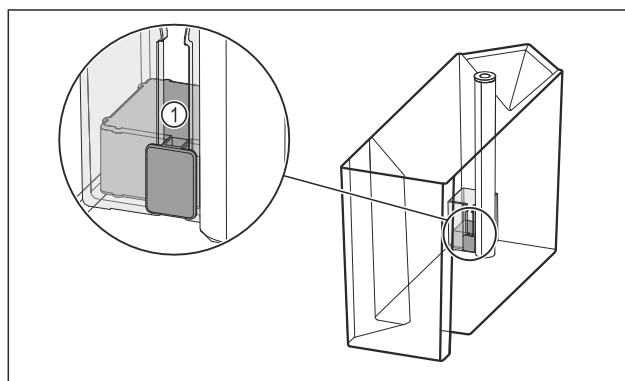

Fig. 98
- Kontrollera om flottören Fig. 98 (1) är fastklämd.